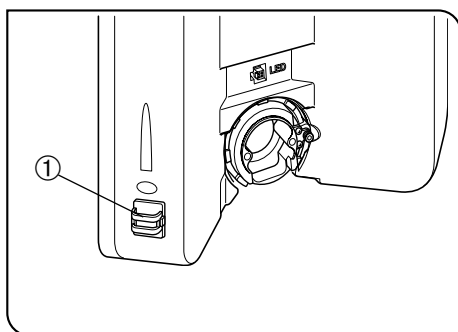

图 36
2 安装卤素灯座 (图36到38)
安装 U-LS30ADP LS30 适配器 (图36)
4. 将灯电缆穿过电缆架① (图36)。